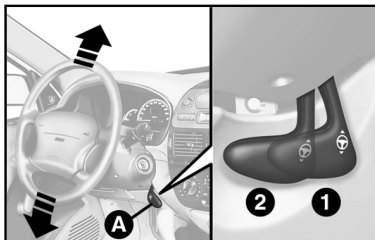

fig. 17
- 2) apertar os dois botões A e B - fig. 17 e retirá-lo.
VOLANTE - fig. 17